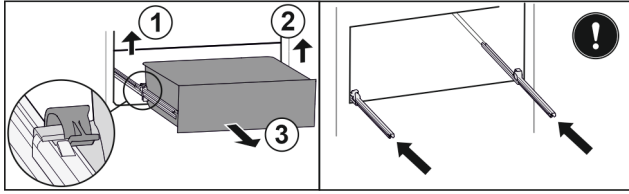

Fig. 84
- ▶ Podnieść lewy zacisk i wysunąć jednocześnie szufladę po lewej do przodu. Fig. 84 (1)
- ▶ Podnieść prawy zacisk i wysunąć jednocześnie szufladę po prawej do przodu. Fig. 84 (2)
- ▶ Wyjąć szufladę do przodu. Fig. 84 (3)